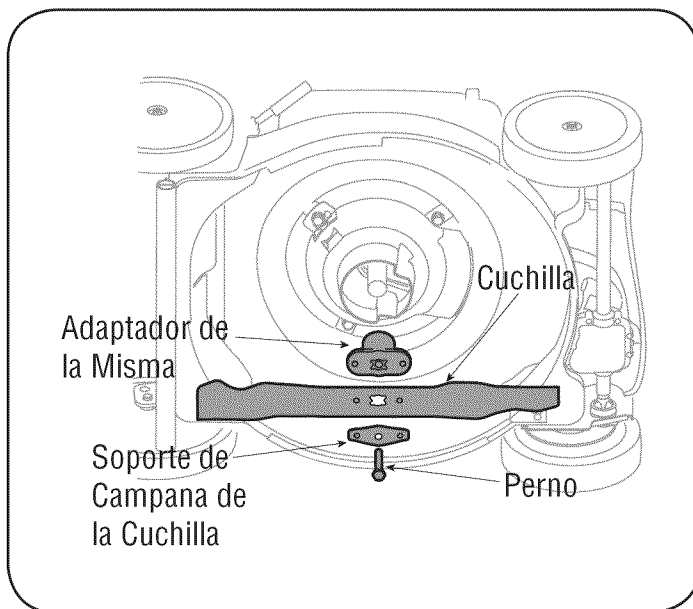

Figura 17
2. Saque el perno y el soporte de campana de la cuchilla que sostienen la cuchilla y el adaptador de la misma al cigüeñal del motor. Vea la Figura 17.
3. Incline la podadora sobre su lado con el filtro de aire hacia arriba para llegar a la correa desde la parte inferior de la podadora y quite la cuchilla como descrito en la sección anterior. Vea la Figura 17.